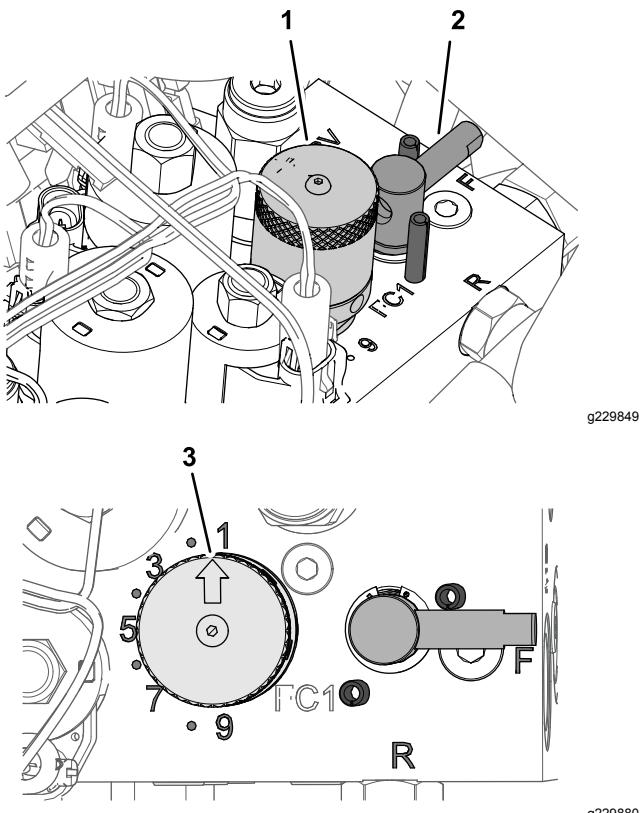

Bild 53
5. Stellen Sie die Spindeldrehzahl durch Drehen des Bedienelement-Handrads für die Spindeldrehzahl (Bild 53) ein, bis der Anzeigepfeil auf die Nummer zeigen, die Sie in Schritt 3 festgelegt haben.